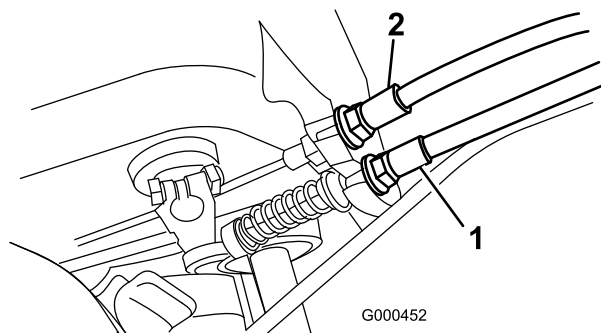

Figura 49
2. Per aumentare la tensione del cavo allentate il controdado del cavo anteriore e serrate il controdado del cavo posteriore (Figura 49) finché non occorre una forza di 4,5–5,9 kg per innestare il comando della trazione.